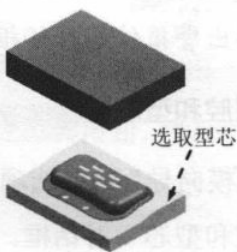

图 1.18 选取移动对象
(1) 选择对象。在对话框中选择 **选择对象** 单选项，选取图 1.18 所示的型芯，单击 **Shift** 键，以取消选中上一步选中的型腔。